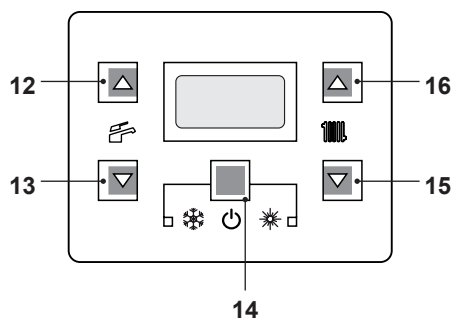
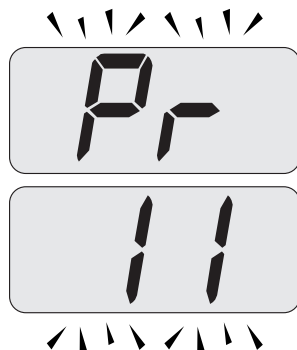
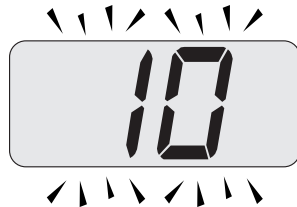

Figura 5.37
Figura 5.39
Figura 5.40
- Entrare in "modalità programmazione" premendo contemporaneamente per 10 secondi i tasti 14 - 15 - 16 (Figura 5.37) fino a far apparire sul display LCD le lettere *Pr* che si alternano con il codice *01*,
- Scorrere i vari parametri utilizzando i tasti 15 o 16 fino a far apparire sul display LCD le lettere **Pr** che si alternano con il codice **11**, indicanti l'entrata nel "parametro 11" (Figura 5.39).
- Premere contemporaneamente i tasti 14 e 16 (Figura 5.37) fino a far apparire sul display LCD il valore del parametro 11 (10=60 secondi) (Figura 5.40).
- Premendo il tasto 14 (Figura 5.37) si ottiene la conferma del valore inserito.
- Premendo contemporaneamente i tasti 14 e 15 (Figura 5.37) si esce senza modificare il valore (ritorno alla lista parametri Figura 5.39)
- Premendo contemporaneamente per 10 secondi i tasti 14 - 15 - 16 (Figura 5.37) si esce dalla "modalità programmazione".